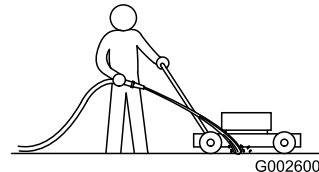

Figure 19
3. Mettez le moteur en marche et engagez la lame, puis dirigez un jet d'eau devant la roue arrière **droite** (Figure 19).